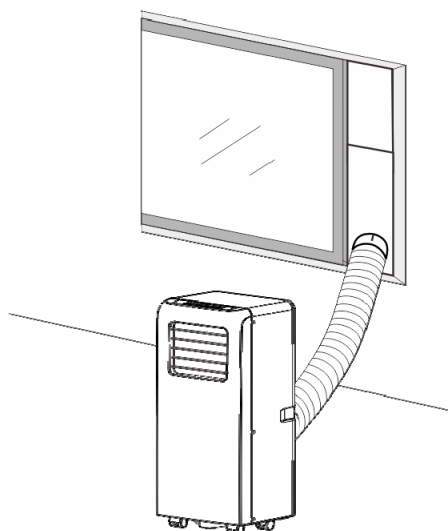
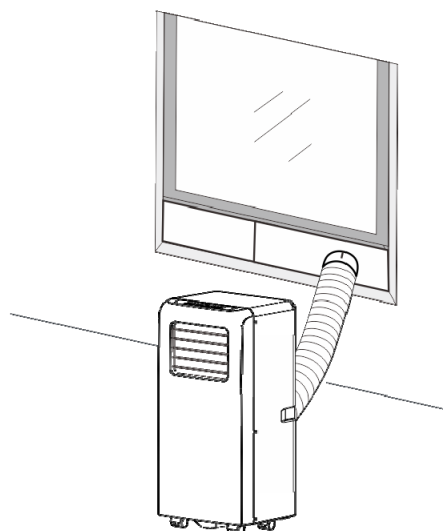

Fig.2
Fig.2a
- 2) Come mostrato in Fig. 2 e Fig. 2a, installare il tubo di scarico e regolare bene la posizione della finestra.